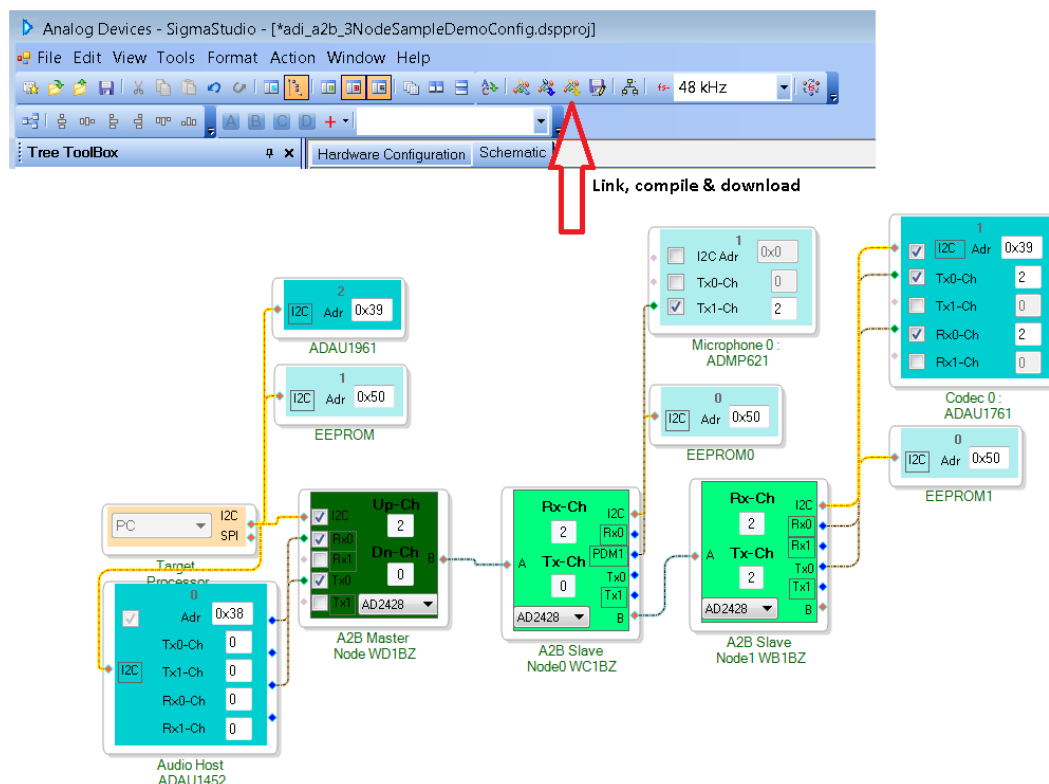

図 2. adi_a2b_3NodeSampleDemoConfig.dspproj A²B[®] サンプル・プロジェクトのソフトウェア概略図
- adi_a2b_3NodeSampleDemo.dspproj サンプル・プロジェクトを開きます。このファイルが置かれているのは（デフォルトの）C:\Analog Devices\ADI_A2B_Software-Rel19.3.0\Schematics\BF\A2BSchematics ディレクトリです。図 2 に示すように、**Link-Compile-Download** アイコンをクリックします。